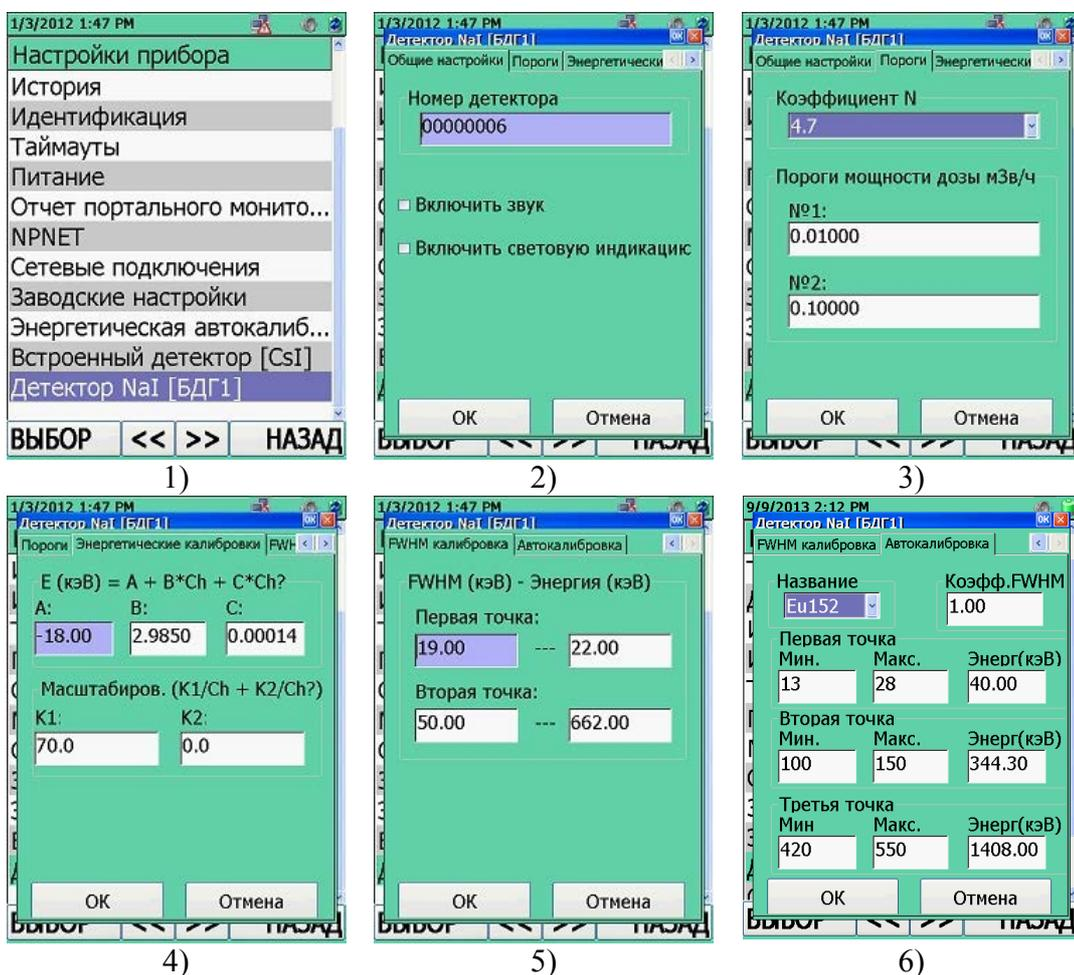

Рисунок 6.12
Находясь в "Настройки прибора" → "Детектор NaI [БДГ1]", рисунок 6.12 (1), пользователь имеет возможности просмотреть или изменить параметры БДГ1:
Вкладка "Общие настройки", рисунок 6.12 (2):
Вкладка "Пороги", рисунок 6.12 (3):
Вкладка "Энергетическая калибровка", рисунок 6.12 (4):
Вкладка "FWHM калибровка", рисунок 6.12 (5):
Вкладка "Автокалибровка", рисунок 6.12 (6):